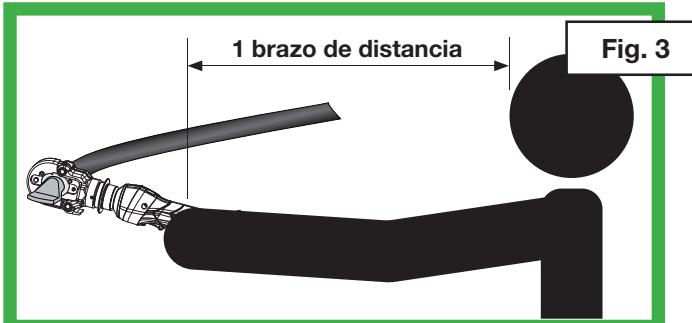

Fig. 3
- Mantenga la herramienta al alcance del brazo, lejos de su cuerpo. (Fig. 3)
5. Asegúrese que haya la distancia de un brazo entre la herramienta y el usuario (Fig. 3, página 11) y, a continuación, tire del gatillo para realizar el engarzado.